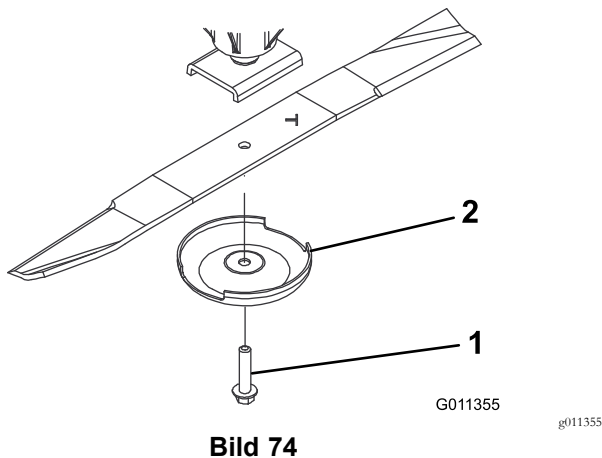

Bild 74
2. Halten Sie das Ende des Messers mit einem stark wattierten Handschuh oder wickeln Sie einen Lappen um es herum. Entfernen Sie die Messerschraube, die Antiskalpierkuppe und das Messer von der Spindelwelle (Bild 74).
3. Setzen Sie das Messer (der Flügel sollte zum Mähwerk zeigen) mit der Antiskalpierkuppe und der Messerschraube ein (Bild 74).